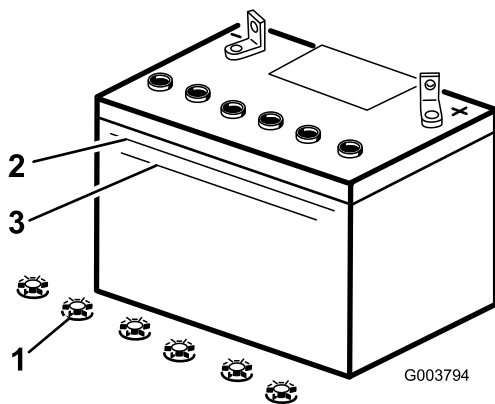

Figure 41
3. Observez le côté de la batterie. Le niveau de l'électrolyte doit atteindre le trait supérieur (Figure 41). Le niveau d'électrolyte ne doit pas descendre au-dessous du trait inférieur (Figure 41).
5. Enlevez les bouchons de remplissage de la batterie (Figure 41).
6. Versez de l'eau distillée avec précaution dans chaque élément jusqu'au repère supérieur (Figure 41) sur le côté de la batterie.
7. Attendez 5 à 10 minutes après avoir rempli les éléments. Au besoin, ajoutez de l'eau distillée pour amener le niveau jusqu'au repère supérieur sur le côté de la batterie (Figure 41).